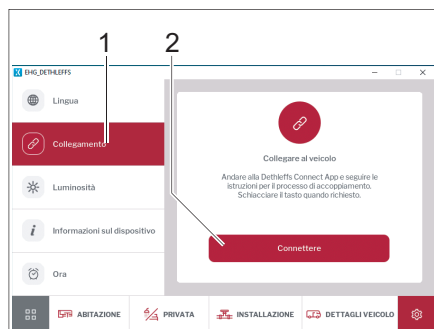

Fig. 298 Collegamento mediante display EHG
- Digitare il pulsante *Collegamento* (Fig. 298,1).
- Digitare il pulsante *Collegare* (Fig. 298,1).